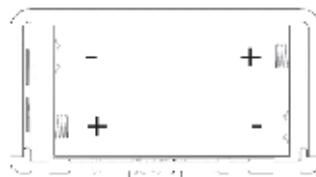

Рис. 2
- Откройте крышку и вставьте 2 батареи типа 1.5V LR20 ALKALINE в отсек (1), находящийся в нижней правой части водонагревателя, как показано на рис. 2.